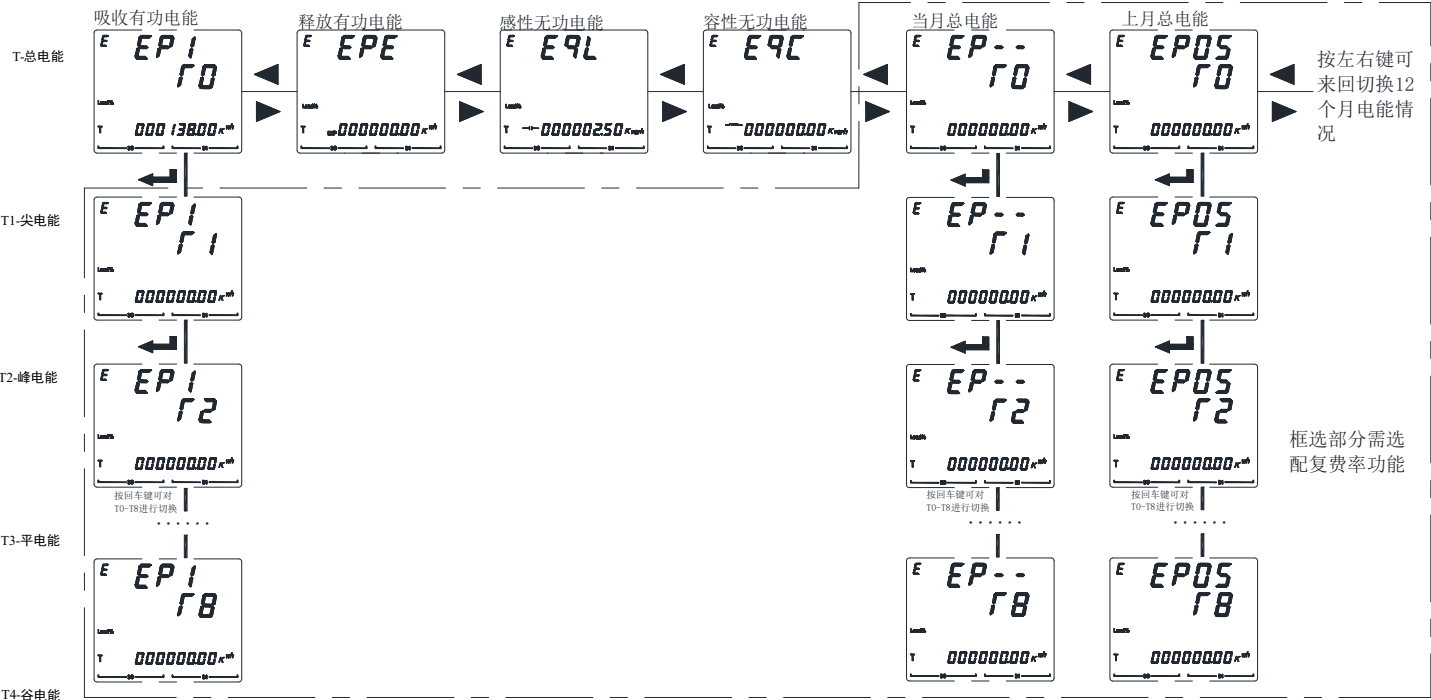

图 21
5.2.6 查看 AMC72L/96L 的电参参数及复费率电能（仅选配 F 有复费率电能功能）步骤如图 21 所示：